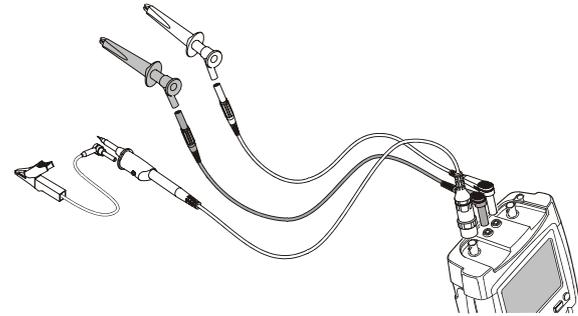

Abbildung 20. Scope Record mit Externer Triggerung
- 4 Führen Sie das aufzuzeichnende Signal dem roten BNC-Eingang A zu. Führen Sie dem roten und dem schwarzen externen Triggereingang (4 mm) ein Triggersignal zu. Siehe Abbildung 20. Scope Record mit externer Triggerung.